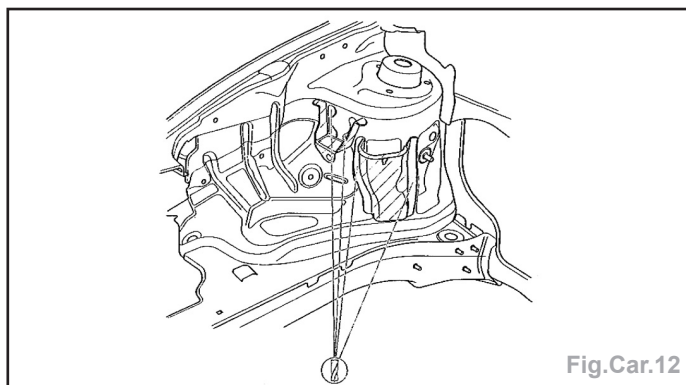

Fig.Car.12
- Fraiser les points de soudures électrique (Fig.Car.12).